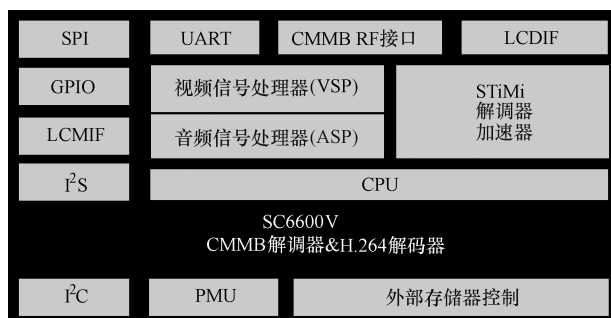

图 6-32 SC6600V 内部结构
口、主流 CMMB 射频器件接口、外部调谐器接口（支持中频输入信号，可以与外部调谐器配合使用，例如 ADMTV102），可支持外配主流 CMMB 解调器、16 位 SDR/DDR 存储器，集成电源管理模块，芯片内核电压 1.8V、I/O 接口电压 1.8 ~ 3.3V，支持多种音频标准（MPEG Audio Layer 1 ~ Layer 3, AAC LC, AAC + (LP), DRA Decoder），可从外部 E²PROM 或 TF 卡启动，可支持无需外部主控设备的独立的手持电视终端与配合外部主控设备的手持电视终端 2 种系统平台集成方式。SC6600V 内部电路结构如图 6-32 所示。